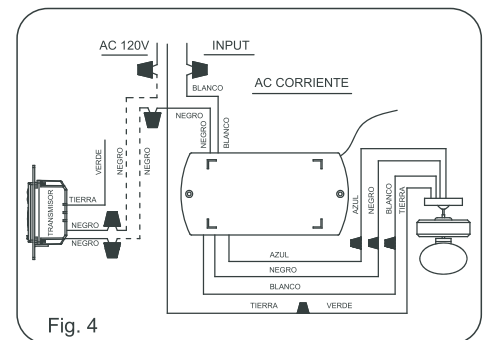

Fig. 4
**Paso 2.** Haga las conexiones eléctricas como se muestra en la fig. 4 Si su casa de distribución tiene un alambre a tierra (verde o cobre) conéctelo al alambre del transmisor. Si su caja de distribución no tiene un alambre a tierra, entonces únicamente conecte el alambre a tierra del transmisor a un tornillo de la caja de distribución.